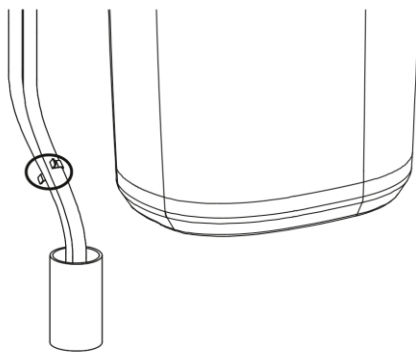

Fig. 1
5. Après avoir terminé les étapes d'installation selon l'étape 4, vérifiez que la dérivation se trouve en mode d'alimentation en eau (fig. 1). Si la dérivation se trouve en mode de fonctionnement dérivation (fig. 2), tirez la tige de poussée en position d'alimentation en eau (fig. 1).